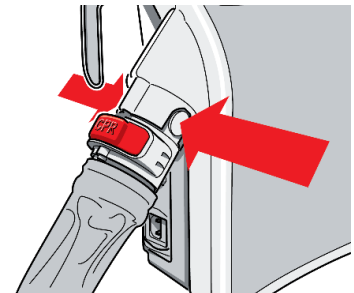
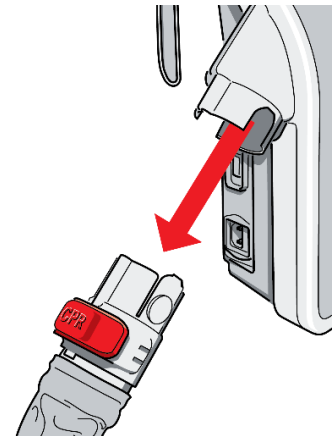

Abb. 15: Trennen des Luftschlauches
Abb. 16: Herausziehen des Multifunktionskonnektors
- Trennen Sie den Luftschlauch vom Aggregat. Drücken Sie dazu die Knöpfe an der Seite des Schlauchanschlusses (Abb. 15) und ziehen Sie den Multifunktionskonnektor nach unten heraus (Abb. 16).